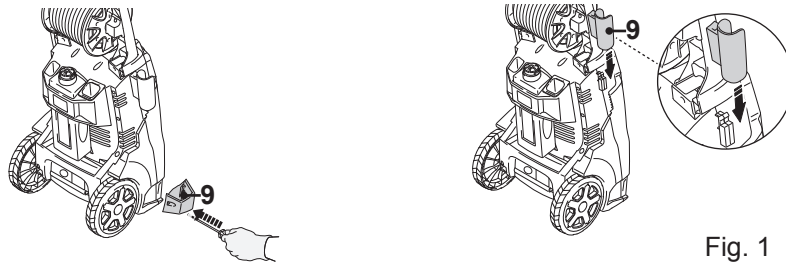

Fig. 1
1. Asegúrese de completar el montaje del producto antes de utilizarlo. Fije el compartimento portaccesorios (9) a la sección inferior de la hidrolimpiadora utilizando su correspondiente tornillo (22). Apriete el tornillo utilizando un destornillador de estrella adecuado. Seguidamente, fije el compartimento portaccesorios (9) a la sección superior de la máquina (Fig. 1).